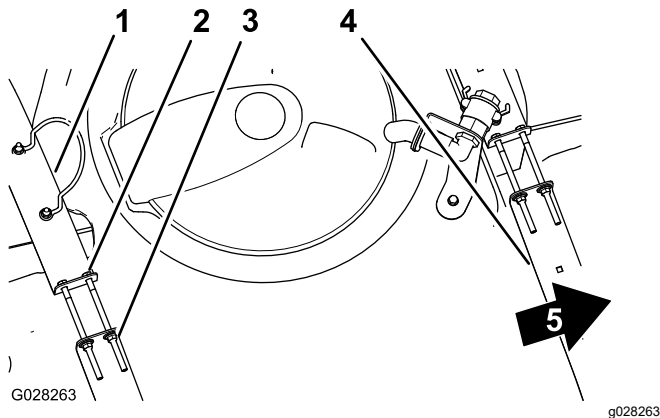

Bild 28
2. Prüfen Sie, ob Sie zwischen den Behälterriemen und dem Behälter eine Bewegung feststellen können (Bild 28).
3. Wenn die Behälterriemen lose am Behälter angebracht sind, ziehen Sie die Sicherungsbundmutter und Schrauben oben an den Riemen an, bis sie mit der Behälterfläche bündig sind (Bild 28).